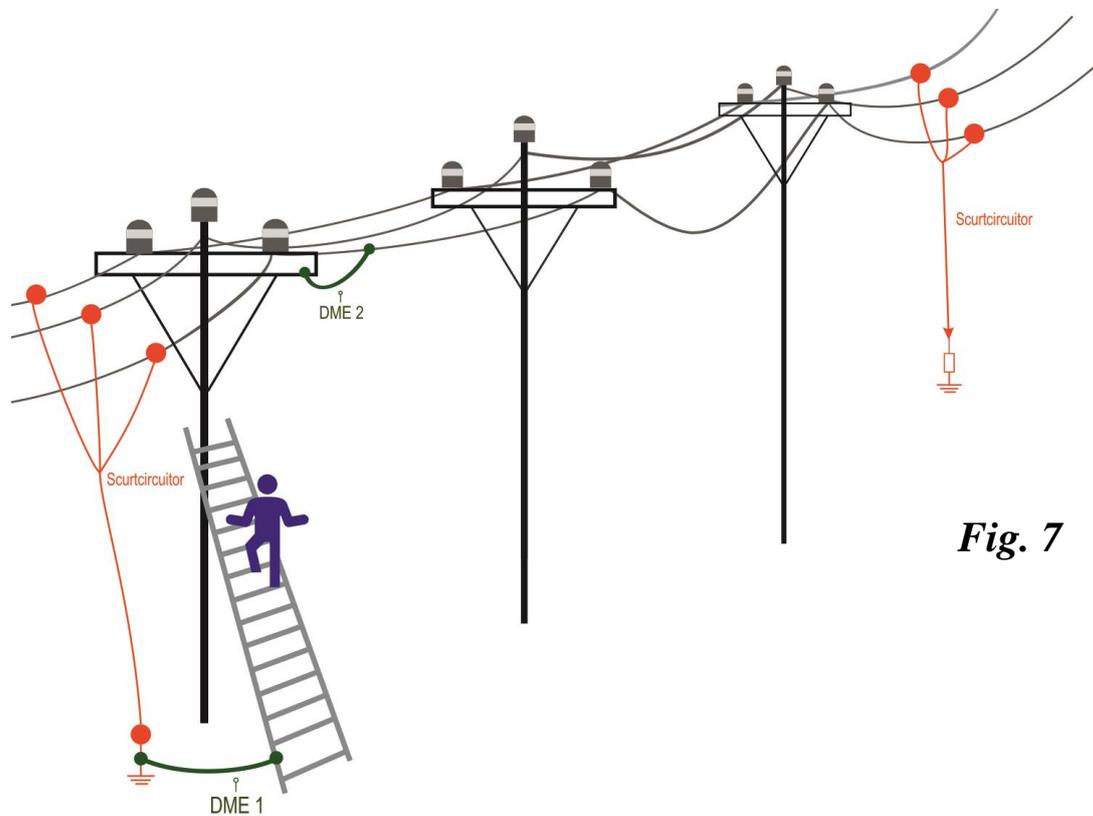
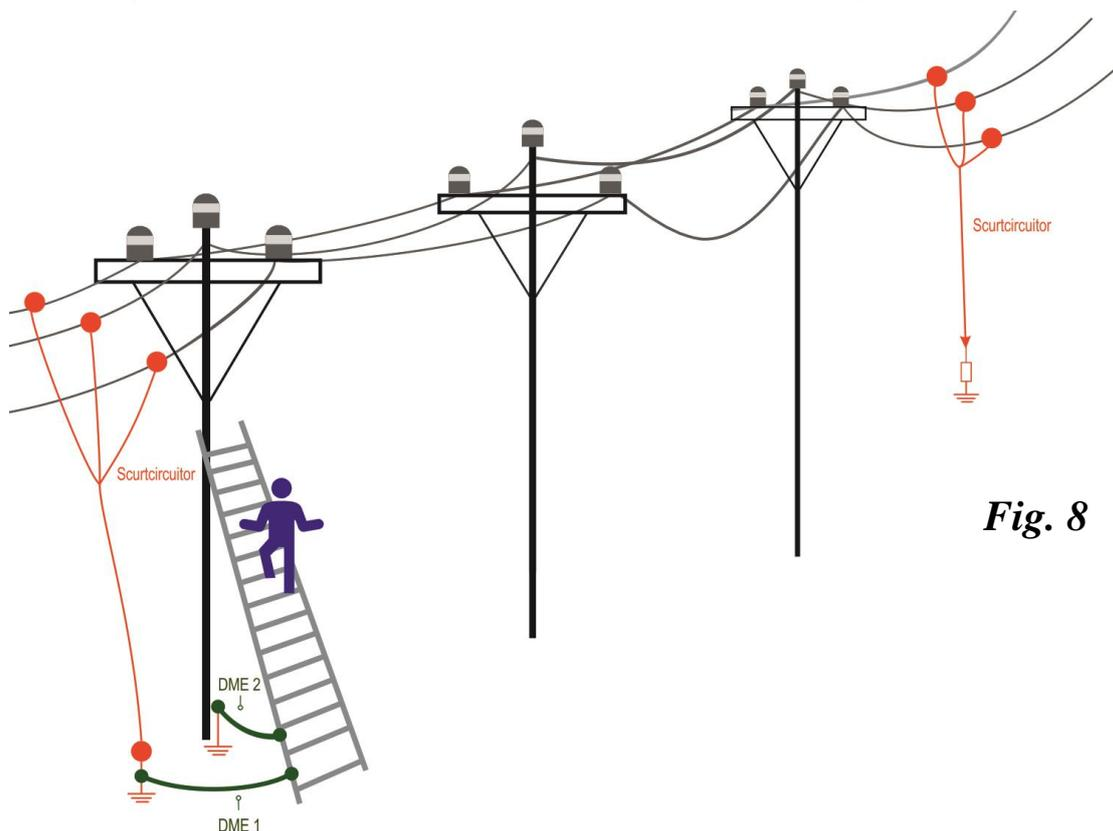

Fig. 7
Fig. 8
5.1.2.2. Executarea lucrării se realizează în apropierea dispozitivului mobil de legare la pământ și în scurtcircuit care este legat la un electrod mobil de legare la pământ (vezi Fig. 7 și Fig. 8)
- b.1.** În cazul în care stâlpul LEA MT *este prevăzut* la partea superioară cu consolă metalică sau cu platbandă de împământare, montarea **DME2** se realizează astfel (vezi Fig. 7):
- b.1.2.** Se armează clema automată cu autoblocare *CAA* prin rotirea bacului (2), până când acesta se blochează (vezi *Anexa 2*);
- b.1.3.** Clema automată cu autoblocare *CAA*, ținută de mânerul acționare, se împinge pe conductorul LEA, până când bacul (2) este eliberat de către pârghia de blocare (4), realizându-se aplicarea acesteia pe conductor (vezi *Anexa 2*);
b.2. În cazul în care stâlpul LEA MT *nu este prevăzut* la partea superioară cu consolă metalică sau cu platbandă de împământare, montarea *DME2* se realizează astfel (vezi *Fig. 8*):